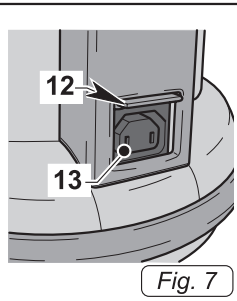

Fig. 7
- Sollevare lo sportellino (12 Fig. 7) per accedere alla presa (13 Fig. 7).